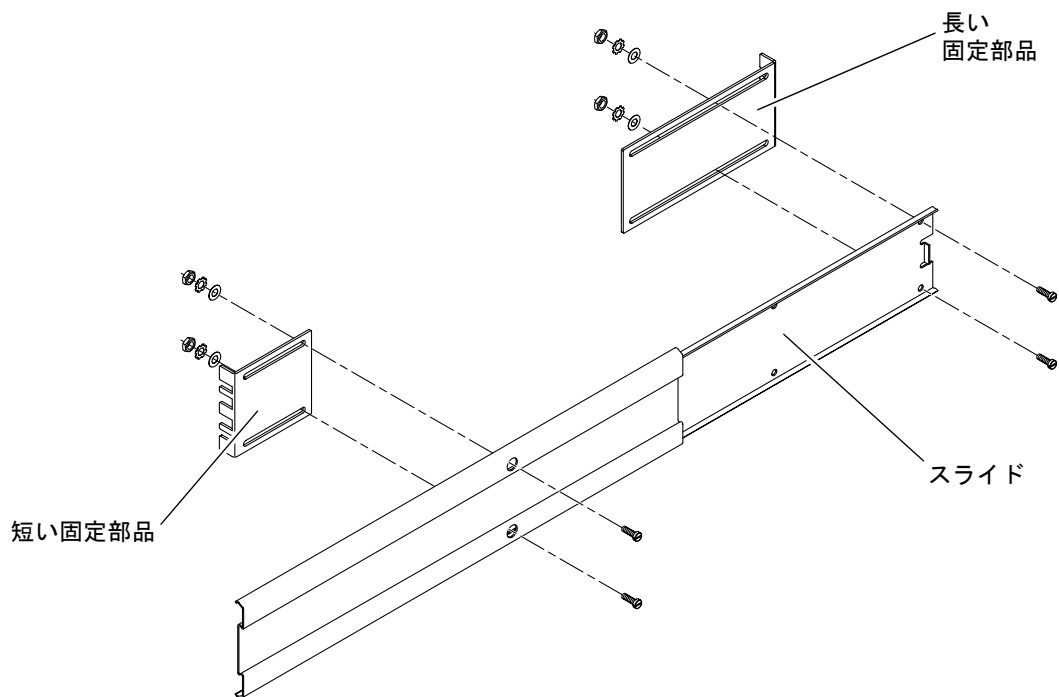

図 3-11 固定部品へのスライドの取り付け
10. ラックの正面および背面に取り付けた短い固定部品と長い固定部品にスライドを取り付けます (図 3-11 を参照)。